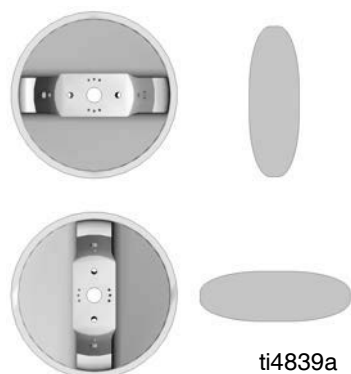

FIG. 2
1. Ruotare il cappello di polverizzazione per ottenere il ventaglio di spruzzo desiderato. Vedere la FIG. 2.